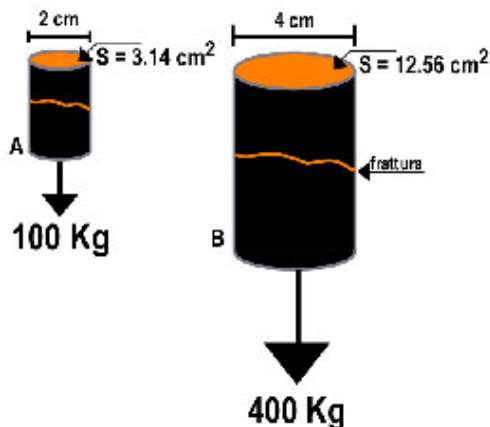
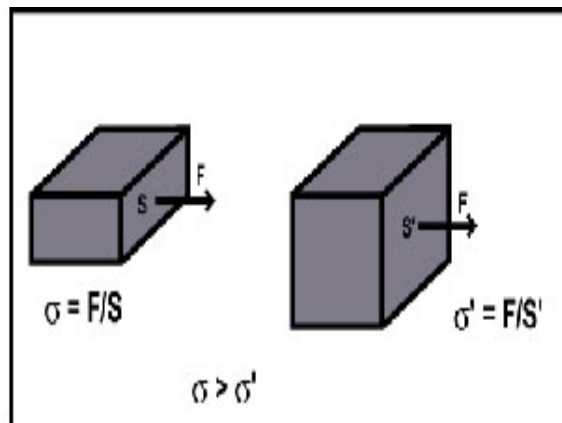

Fig.1 - Raddoppiando il diametro dell'asta cilindrica (da 2 a 4 cm) il peso che provoca la rottura aumenta di quattro volte (da 100 a 400 Kg).
Fig. 2 - A parità di forza F applicata su due superfici diverse ($S < S'$) lo sforzo è maggiore ($s > s'$) laddove la superficie è minore.
Per evitare altri spiacevoli contraddittori con il Sant'Uffizio, Galileo durante gli arresti domiciliari che lo costrinsero ad Arcetri fino alla morte, seguì si a studiare occupandosi, però, di argomenti molto meno celesti e per lui meno pericolosi. Nel 1638 pubblicò la sua ultima grande opera intitolata «*Discorsi e dimostrazioni matematiche intorno a due nuove scienze attinenti alla meccanica ed ai movimenti locali*» (in appendice il frontespizio dell'opera). Ed è in questa opera, che Galileo forse non avrebbe mai portato a termine se non fosse stato condannato agli arresti domiciliari, che si può rintracciare il terzo primato che maggiormente in questa sede ci interessa: Galileo fu il primo ad occuparsi della **resistenza meccanica** in termini di rottura dei materiali sottoposti all'applicazione di un carico. Provò sperimentalmente, come era suo costume, che maggiore è la sezione di un certo materiale (di forma e geometria determinate: per esempio aste cilindriche), maggiore è il carico che occorre applicare alle due aste per provocare la rottura (Fig. 1).
Galileo forse intuì ma certamente non esplicitò il concetto di **sforzo** (σ), inteso come forza per unità di superficie (Fig. 2), e si limitò ad esaminare solo il carico, cioè la forza F (Fig. 2). Galileo non si accorse che dividendo il carico di rottura (100 Kg e 400 Kg rispettivamente nell'asta A e B di Fig. 1) per la sezione (S) ortogonale al carico (3.14 cm² e 12.56 cm² rispettivamente) si sarebbe ottenuto un unico valore:
sforzo $\sigma = F/S$ e non della forza (F) (Fig. 2).